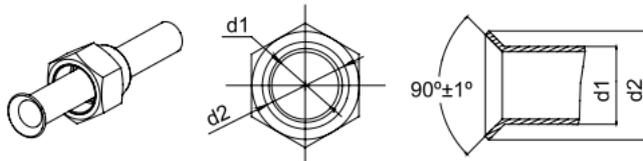

Fig.4
- (1). Tagliare il tubo di collegamento con il tagliatubi e rimuovere le sbavature.
- (2). Tenere il tubo verso il basso per evitare che le talee entrino nel tubo.
- (3). Rimuovere i dadi svasati dalla valvola di arresto dell'unità esterna e all'interno della borsa accessori dell'unità interna, quindi inserirli nel tubo di collegamento, dopodiché svasare il tubo di collegamento con uno strumento di svasatura.
- (4). Controllare che la parte svasata sia distribuita uniformemente e che non vi siano crepe (vedi Fig.4).